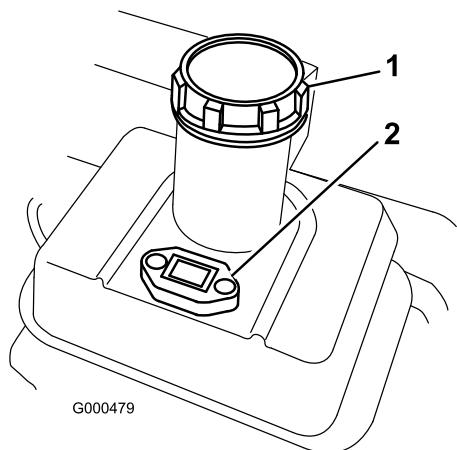

Figure 15
- Nettoyez tout autour du bouchon du réservoir d'essence et retirez le bouchon (Figure 15). Faites le plein d'essence sans plomb sans dépasser la base de l'écran du filtre. Ne remplissez pas excessivement.